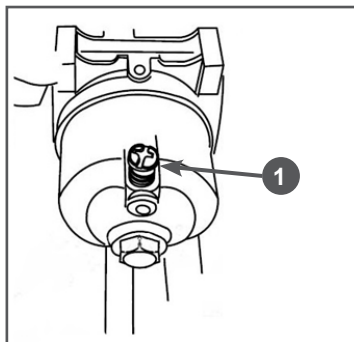

Рис. 21 Обслуживание фильтра-отстойника
2. Открутите винт 1 сливного отверстия на 2-3 оборота и слейте топливо из поплавковой камеры карбюратора (Рис. 21).
1. Слейте топливо из топливного бака и карбюратора (Рис. 21).